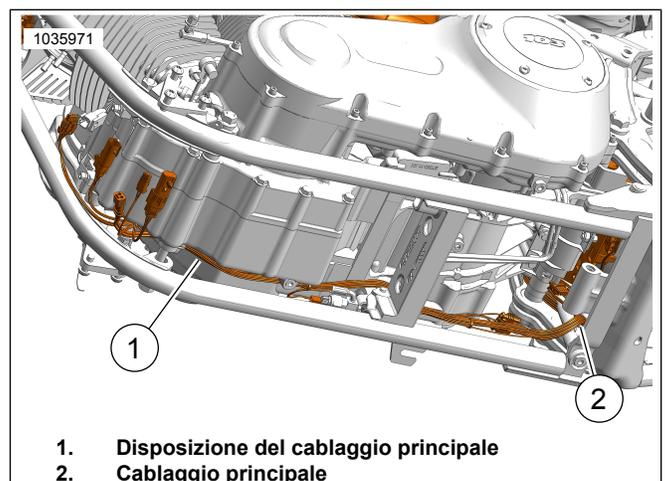

Figura 36. Disposizione del cablaggio
16. Vedere Figura 36. Sensore dell'ossigeno anteriore (guida lunga del cablaggio):
- individuare il cablaggio principale (2).
- Far passare il cablaggio lungo il cablaggio principale (1) verso il connettore del sensore dell'ossigeno anteriore.